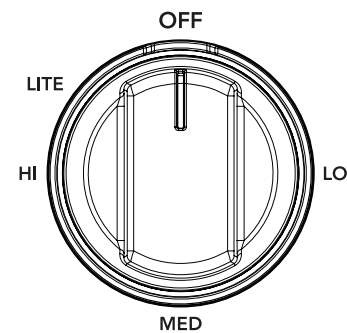

Figure 8: Bouton de commande de la surface de cuisson
2. Appuyer sur le bouton de commande correspondant et tourner dans le sens antihoraire hors de la position < OFF > (FERMÉ) (Figure 8).